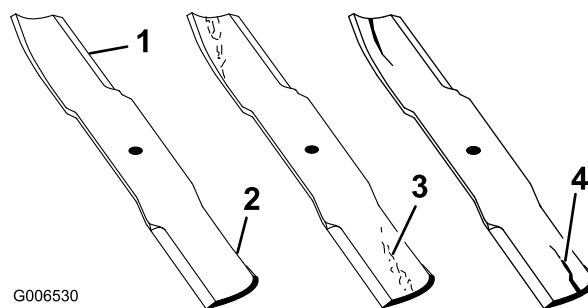

Figura 90
1. Controllate i taglienti (**Figura 90**). Se i taglienti non sono affilati o mostrano delle tacche, togliete le lame e affilatele. Vedere **Affilatura delle lame** (pagina 66).
2. Controllate le lame, in particolare l'area curva (**Figura 90**). In caso di danni, usura o scanalature nell'area (**Figura 90**), montate immediatamente una nuova lama.